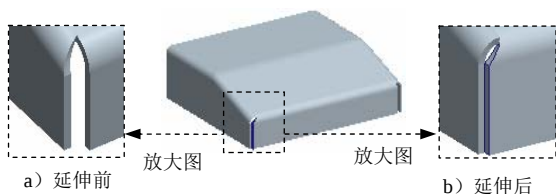
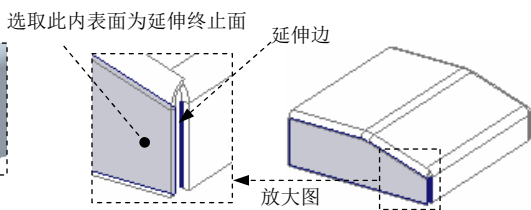

图 11.6.21 第二次延伸
图 11.6.22 定义延伸边和延伸终止面
Step8. 创建图 11.6.21 所示的第二次延伸。选取图 11.6.22 所示的模型边线为延伸边；单击 **模型** 功能选项卡 **编辑** 区域中的“延伸”按钮  延伸，在弹出的操控板中单击  按钮，然后选取图 11.6.22 所示的钣金内表面为延伸的终止面。单击  按钮，完成延伸壁 2 的创建。